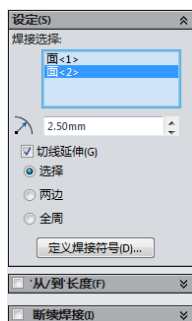
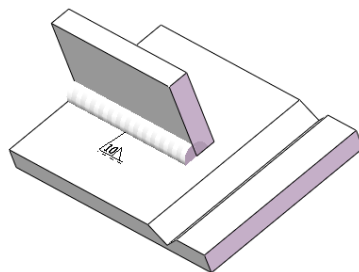

图 14-35 选择结束面
图 14-36 创建的焊缝
(4) 在属性管理中输入焊缝厚度为 2.5，选择“选择”单选按钮，如图 14-35 所示。单击“确定”按钮，创建的焊缝如图 14-36 所示。